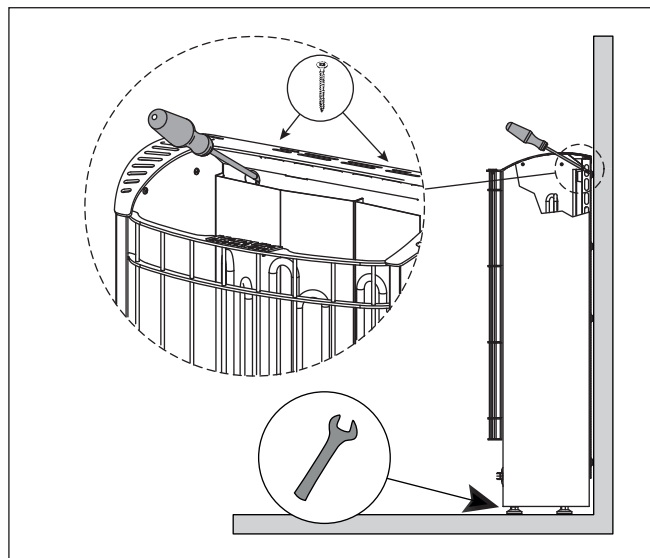

Figura 8. Cómo instalar el calentador
3.3. Cómo instalar el calentador (figura 8)